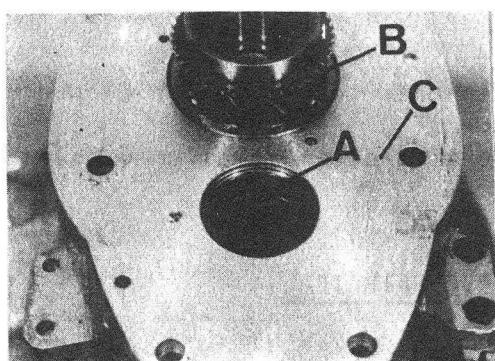

Fig. C1-116 Cárter de embrague
- 1.4. Desmontar la pista exterior, A (Fig. C1-116) del rodamiento delantero del eje intermedio.